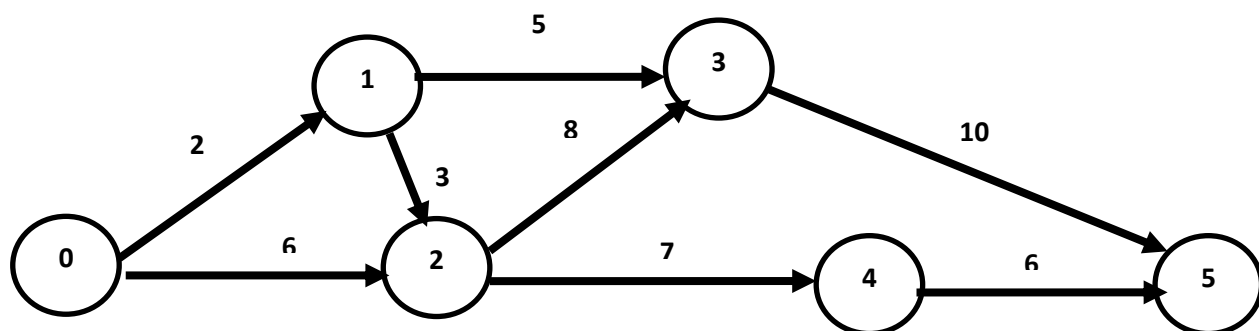

Рисунок 1. Пример сетевой диаграммы
- **Сетевая диаграмма проекта** (рис. 1) — это схематическое отображение плановых операций проекта и логических взаимосвязей (их также называют «зависимости») между ними.